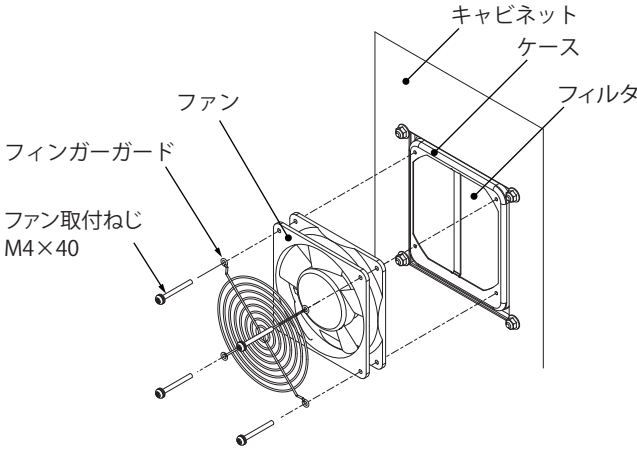

図 2 キャビネット内側交換
- 1. ファン付の場合、ファン取付ねじ M4×40 を取り外し、ファンとフィンガーガードを取り外してください。(図 2)